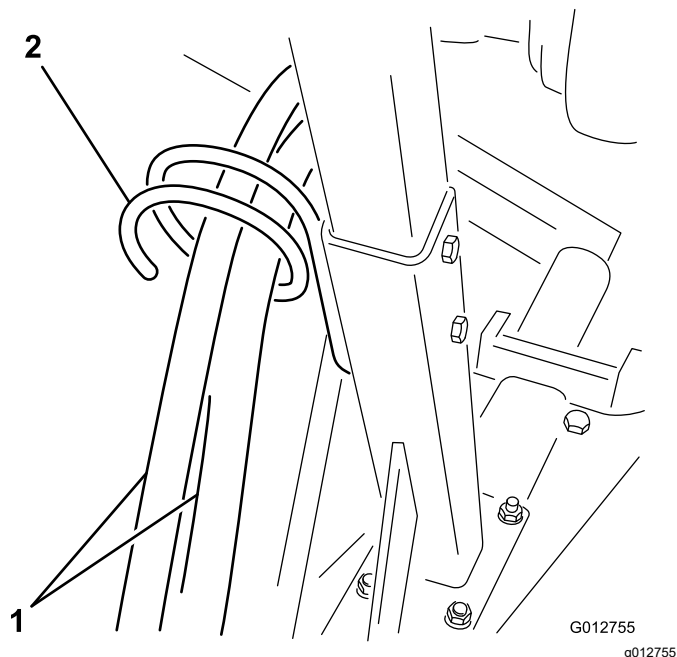

図 6
4. 油圧ホース給液側と戻り側をホースハンガーに通して配設する 図 6。